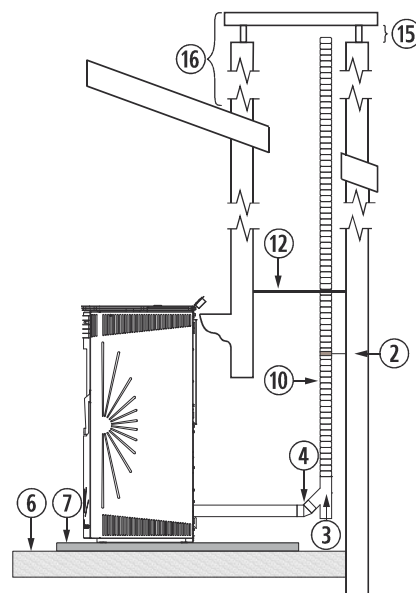

Figura 7
4.28. A instalação de um encastrável numa chaminé de obra pode ser feita em toda a sua totalidade em tubo flexível, tal como indicado na *figura 7*. Devemos ter especial cuidado na hora de realizar o isolamento entre a chaminé e o tubo da saída de gases para evitar possíveis retrocessos de gases em caso de tempestade.
②	Abraçadeira de união de aço inox.
③	Tê de 135° com registro.
④	Curva de 45°.
⑥	Chão de madeira.
⑦	Protector de chão incombustível.
⑩	Tubo de aço inox flexível.
⑪	União adaptadora de flexível a rígido.
⑫	Isolante anti-retrocesso.
⑮	Mínimo 200mm.
⑯	Deve ultrapassar o teto em 1 metro.